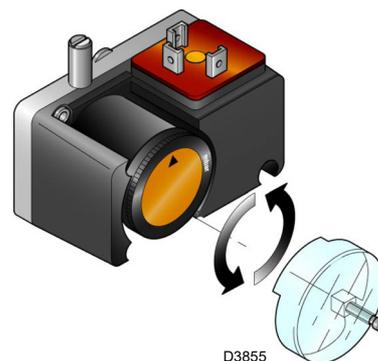

Abb. 33
- Stellen Sie den Gas-Mindestdruckwächter (Abb. 33) auf den Skalenanfangswert ein.
Den Gas-Mindestdruckwächter (Abb. 33) nach erfolgter Einstellung des Brenners, der Gasventile und des Stabilisators der Gasarmatur einstellen.